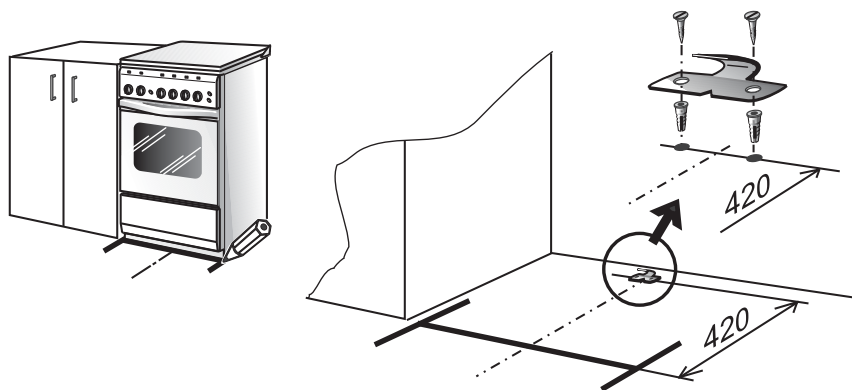

Рис. 3
- Установить плиту на рабочее место, проверив, не препятствуют ли открыванию крышки окружающие предметы. Отметить на полу линию передней стенки и габариты по ширине (рис. 3).